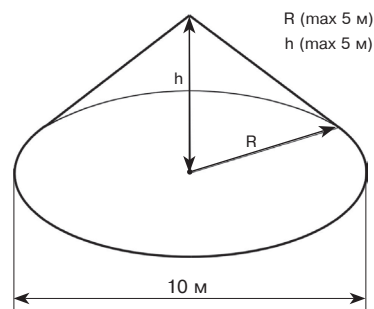

Рисунок 1 — Вид зоны обнаружения ИК канала
6.3 Вид зоны обнаружения ИК канала приведен на рис. 1.